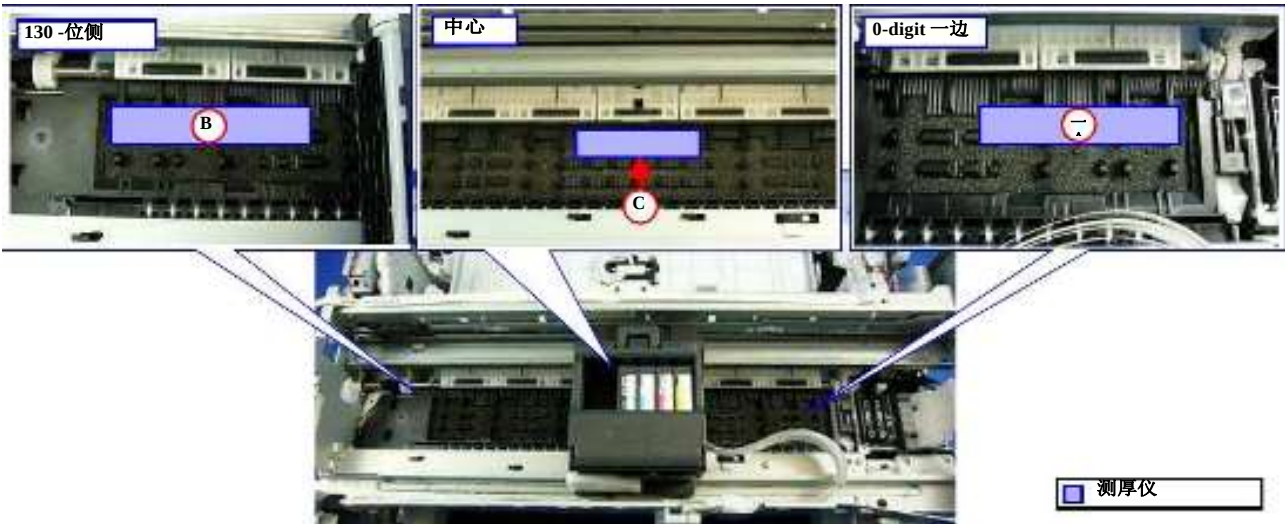

图 3 - 9。厚度计的放置
1. 将 CR 单元回到打印机中间，并在 0 位一侧增加 PG 调节凸轮一个缺口。(见图 3 - 8)。